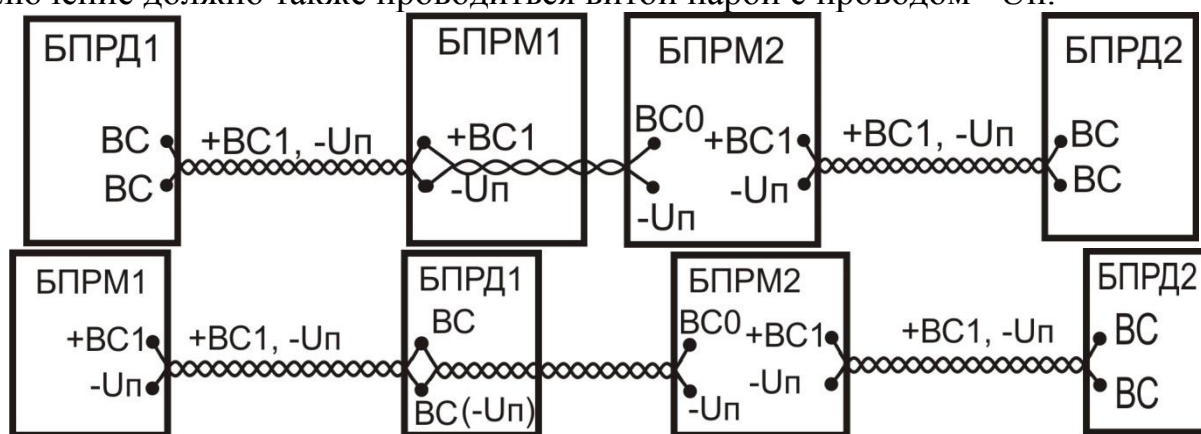

Рис.6.8
6.3.2.1 На тыльной стенке кожуха БПРД имеется окно встроенного светодиода 3 для визуального контроля работы, для чего к фирменному значку 2 на тыльной стенке БПРД необходимо приложить и удерживать во время контроля магнит 1 (см. рис. 6.8). В случае нормальной работы БПРД, светодиод методично мигает с периодом около 1 сек. На тыльной поверхности БПРМ под защитной крышкой расположены три синих индикатора «0» (нулевой разряд сигнала), «1» (первый разряд), «2» (второй разряд) и двухцветный (синий/красный) «3» (3с/3к) {третий разряд/(Тревога или четвертый разряд)}, регулятор чувствительности извещателя «Рег». Крышка, обеспечивающая защиту органов управления и индикации от внешних воздействий, закрепляется на тыльной поверхности БПРМ двумя невыпадающими винтами. Вблизи индикатора «3» находится отверстие **инфракрасного датчика** положения крышки (открыта – закрыта). Извещатель формирует сигнал ТРЕВОГА размыканием выходного реле при открывании защитной крышки.
6.3.4.5 Для модификации «С», при сильной засветке посторонними радиопередающим устройствами в дежурном режиме (о чем свидетельствуют частые ложные тревоги), имеется возможность включения режима внешней синхронизации. При этом активный выход +ВС1 (БПРМ1) синхронизации БПРД1 ведущего извещателя подключается к входу (+ВС0) внешней синхронизации БПРМ2 ведомого извещателя, независимо от того, где находится синхронизируемый БПРМ2 вблизи смежного БПРД1 или БПРМ1 (см. рис. 6.8), т. е. на любом конце активного провода (+ВС1) синхронизации. Подключение должно также проводиться витой парой с проводом –Уп.